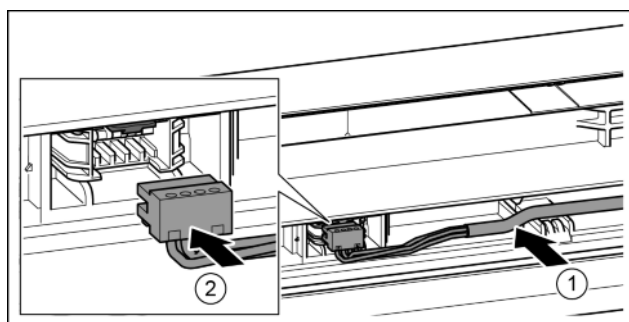

Fig. 37
- ▶ Вставте сірий кабель в направляючу в верхніх дверцятах. *Fig. 37 (1)*
- ▶ Зафіксуйте штекер. *Fig. 37 (2)*